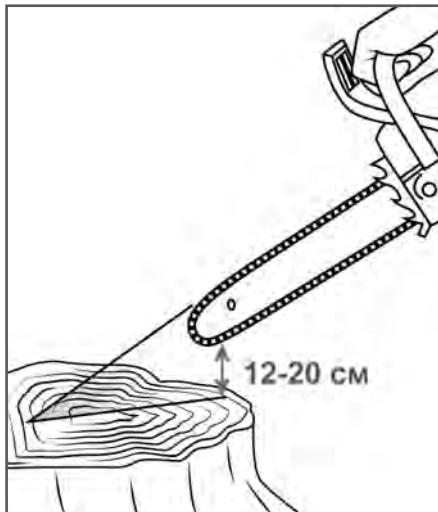

Рис. 13 Проверка подачи масла
- Нажмите на рычаг газа и дайте двигателю поработать примерно 10-15 секунд на средних оборотах. Под шиной должен остаться четкий след от масла (Рис. 13).